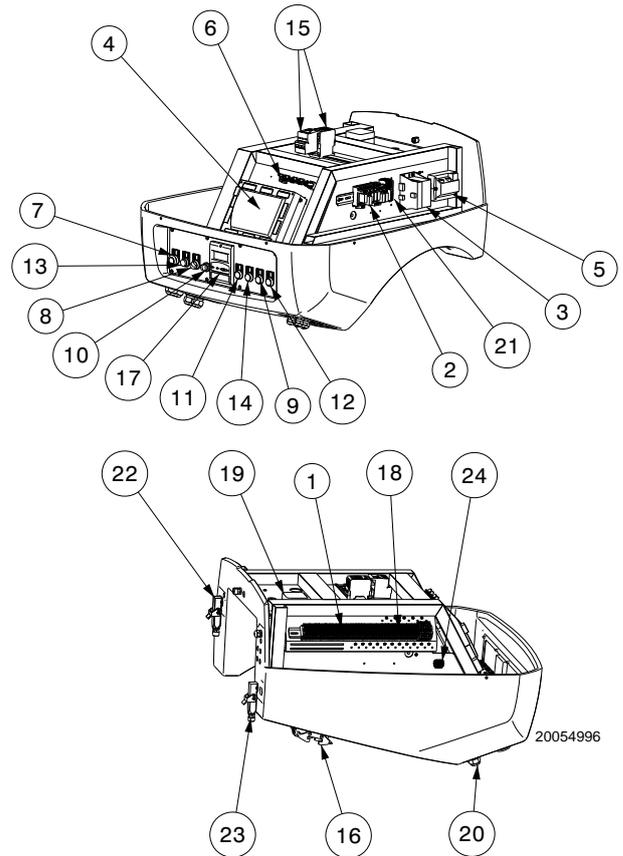

fig. 5
- **Bloqueo caja de control:** el encendido del pulsador (**led rojo**) de la caja de control (13)(Fig. 5) indica que el quemador está bloqueado. Apretar el pulsador (13)(Fig. 5) para desbloquear.